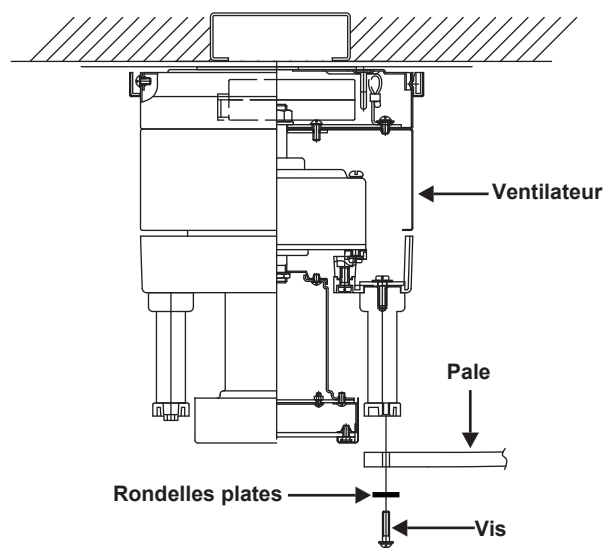

Figure 13
1. Alignez les deux petits trous circulaires de la pale avec ceux du bas du ventilateur, fixez-les en serrant les deux vis avec les rondelles de blocage et les rondelles plates fournies, comme illustré à la figure 13. Répétez cette procédure pour les autres lames.